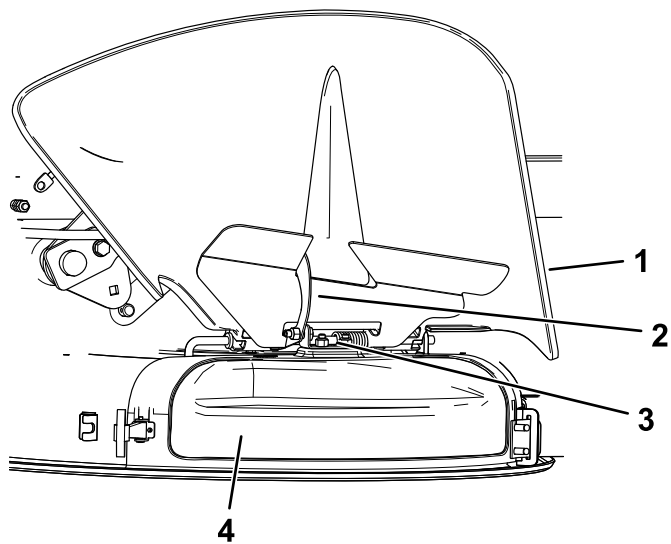

Figura 15
4. Eliberai elementul de fixare în formă de cârlig de la partea superioară a capului de evacuare de la tija de pivotare (Figura 15).
5. La partea superioară a capului de evacuare, cuplai elementul de fixare în formă de cârlig pe tija de pivotare a ansamblului deflector (Figura 15).